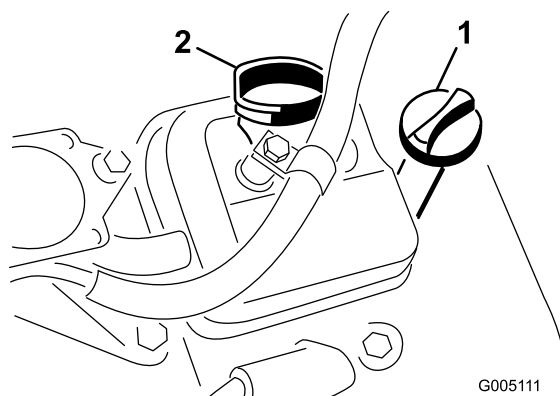

Figure 19
2. Dévissez la jauge et essuyez-la avec un chiffon propre. Revissez la jauge dans le tube en vérifiant qu'elle est enfoncée au maximum (Figure 19).